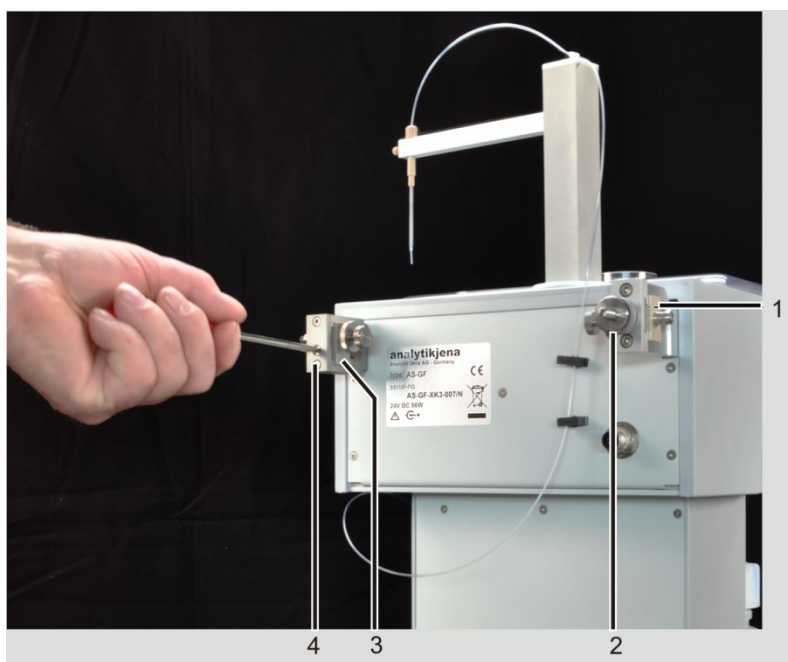

Fig. 38 AS-GF con tornillos para la alineación del horno
6. Si es necesario, alinear el AS-GF con el horno (ajuste aproximado): girar el brazo del automuestreador manualmente sobre el orificio de dosificación en el tubo de grafito. Si la manguera de dosificación no coincide con el orificio, desplazar la suspensión del automuestreador hacia delante/hacia detrás (dirección Y). Para ello, retirar el automuestreador del compartimento de muestras. Desplazar la suspensión izquierda y derecha con ayuda del tornillo de ajuste 1 y el tornillo de regulación (2, 4 en Fig. 38). Utilizar un destornillador para el ajuste del tornillo de ajuste. Volver a colgar el automuestreador y comprobar el ajuste aproximado. Repetir el procedimiento, si es necesario.